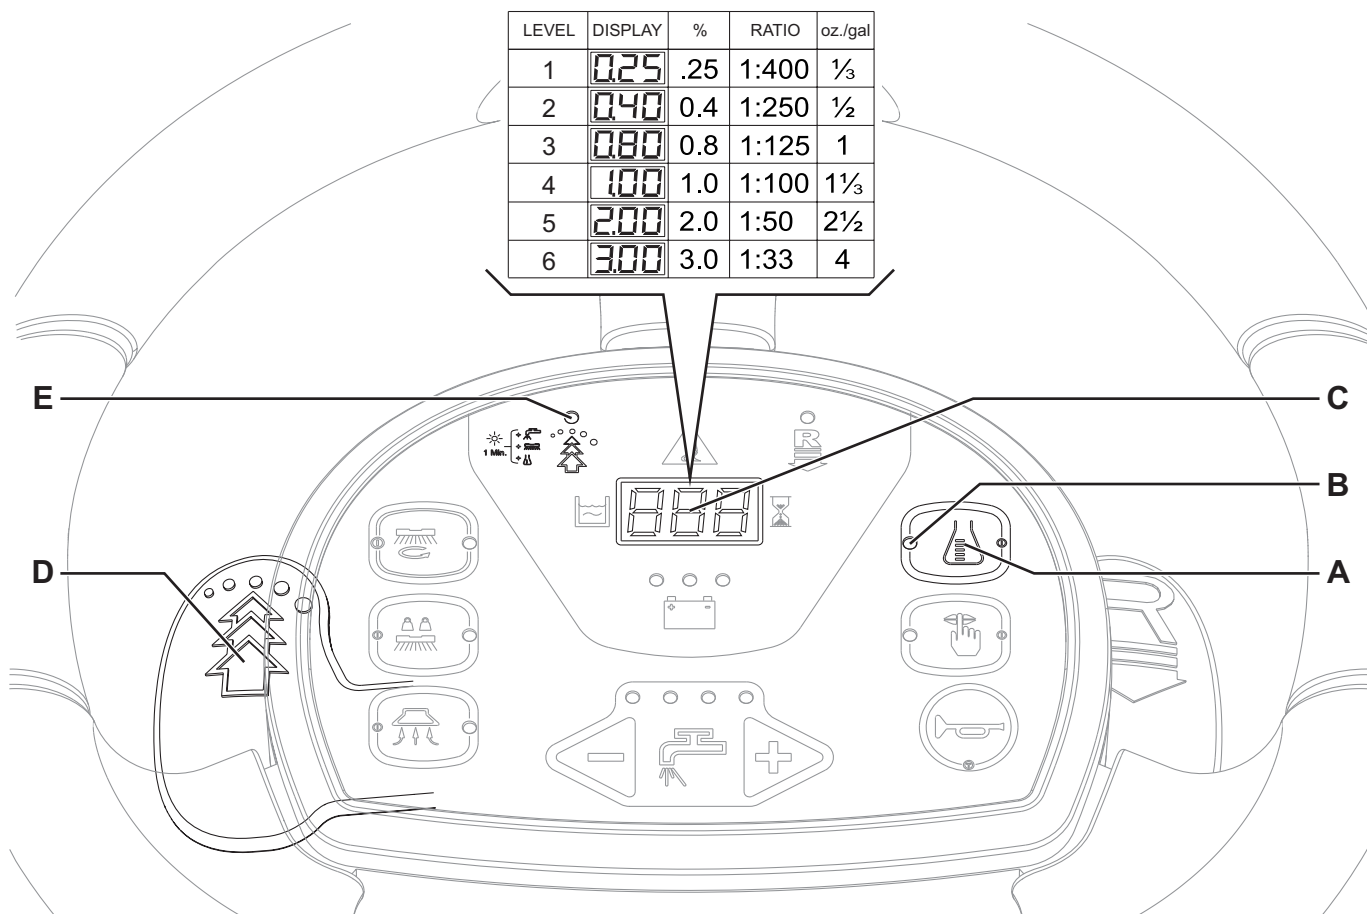

Рис. 4
Система, используемая для смешивания моющего средства с водой, включается с помощью переключателя регулирования расхода моющего средства (А, Рис. 4): когда горит светодиодный индикатор (В), чистящее средство добавляется в мытьевую воду.
3. Отпустите переключатель (А). Нажмите его снова и сразу отпустите, чтобы перейти к следующему уровню, отображаемому на дисплее (С), как показано в таблице на Рис. 4; повторяйте эту процедуру до тех пор, пока не установите нужную величину.
Поднимите рычаг EcoFlex™ (D, Рис. 4), если требуется большая моющая способность.